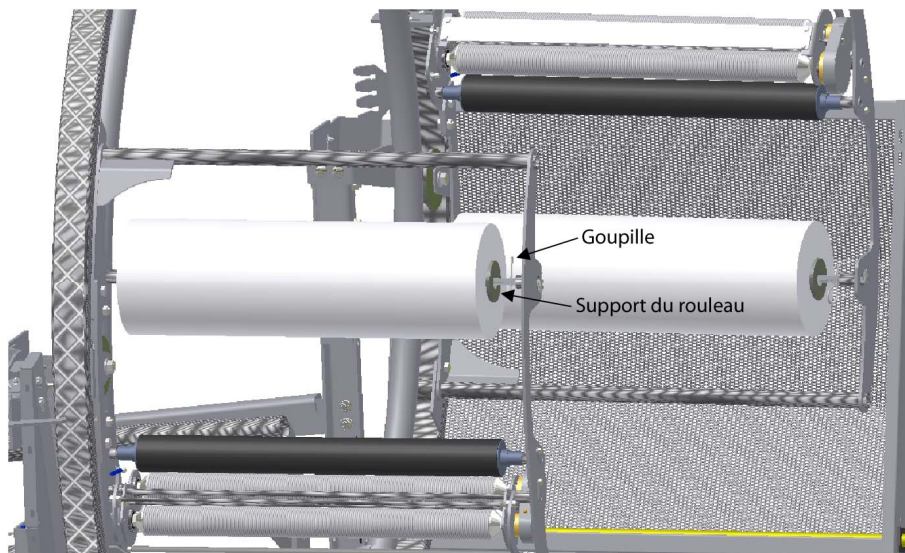

Figure 14 – Supports du rouleau de pellicule
2. Retirez la goupille du support avant du rouleau de pellicule (Figure 14). Faites ensuite glisser le support vers l'avant et, s'il y a lieu, enlevez la bobine vide.